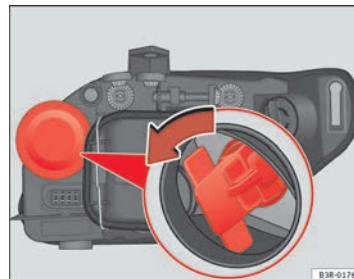

Fig. 221 Lámpara luz intermitente
- Extraiga el portalámparas asíéndolo por la empuñadura y girando en el sentido contrario de las agujas del reloj ⇒ fig. 221.